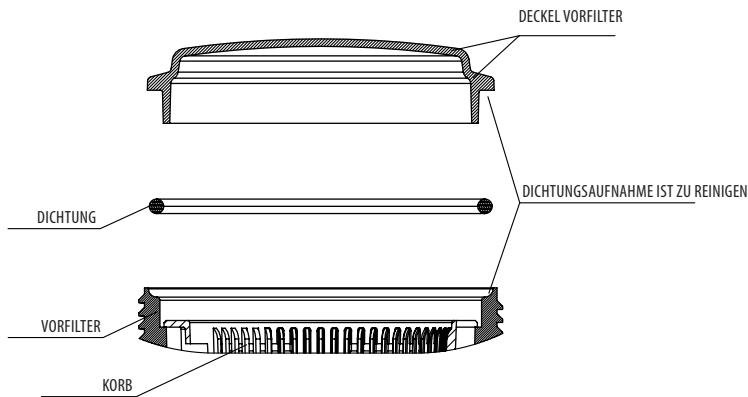

ABBILDUNG 9
- Bei jedem Öffnen des Vorfilters Verunreinigungen am Dichtungssitz und an der Dichtung selbst entfernen, um die Dichtheit des Deckelverschlusses zu gewährleisten (ABBILDUNG 9).